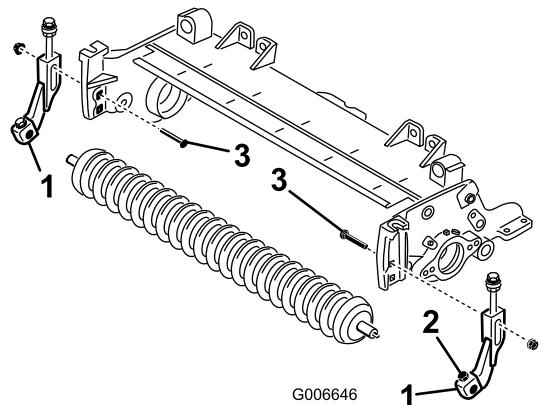

Figura 20
15. Montate le nuove staffe dell'altezza di taglio a destra e sinistra del rullo anteriore esistente, senza serrare troppo, utilizzando nuove viti a testa cilindrica da 5/16 x 1-1/8 poll. e dadi di bloccaggio a testa flangiata da 5/16 poll. Collocate le staffe dell'altezza di taglio come illustrato nella figura Figura 20.
16. Utilizzando il foro quadrato superiore presente in ogni piastra laterale, montate le staffe dell'altezza di taglio sulle piastre laterali dell'apparato di taglio, senza serrare troppo, utilizzando i bulloni a testa tonda tolti in precedenza e dadi flangiati da 3/8 poll., come illustrato nella figura Figura 20.
18. Centrate il rullo tra le staffe e bloccatelo con le viti a testa cilindrica e i dadi di bloccaggio (Figura 20).